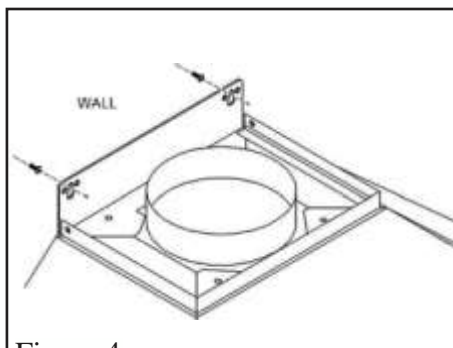
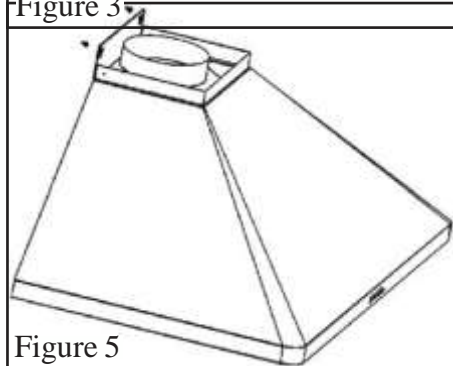

Figure 4
Figure 5
5. Alignez la ferrure de fixation de la hotte aux vis sur le mur et accrochez la hotte en place comme montrée dans les Figures 4 et Figure 5. Serrez les vis pour fixer la hotte au mur.